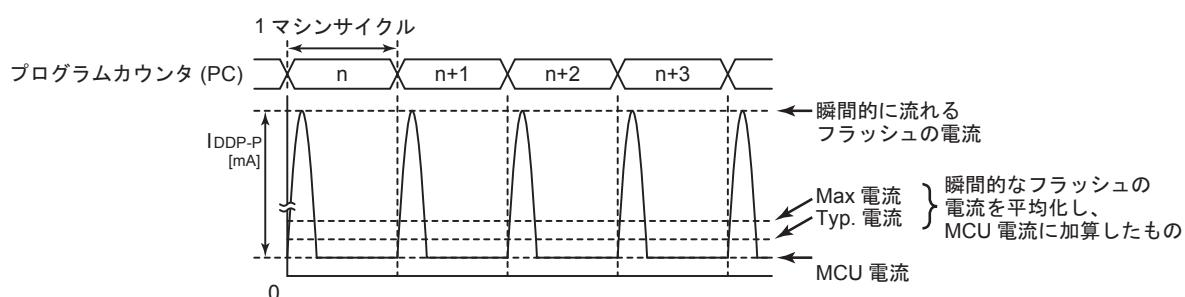

図 24-4 フラッシュメモリの間欠動作
- 注7) フラッシュメモリでプログラムが動作しているとき、またはフラッシュメモリからデータをリードしているとき、フラッシュメモリは間欠動作を行いますので、瞬間に図 24-4 のようなピーク電流が流れます。よってこの場合の電源電流 I_{DD} (NORMAL1/2、SLOW1 モード時)は、ピーク電流を平均化した電流値と MCU 電流の和となります。